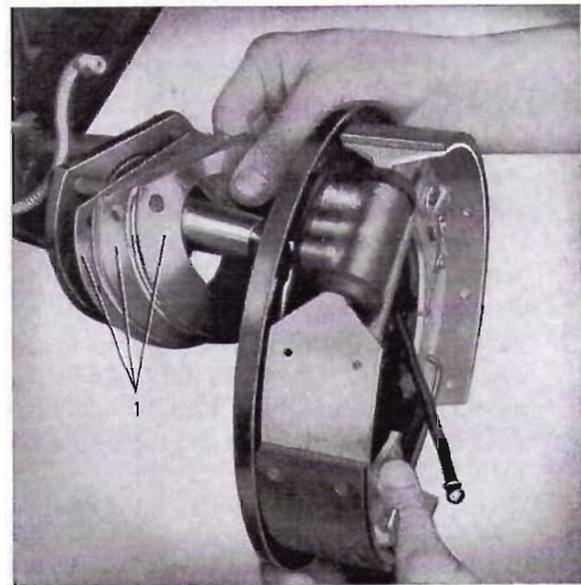
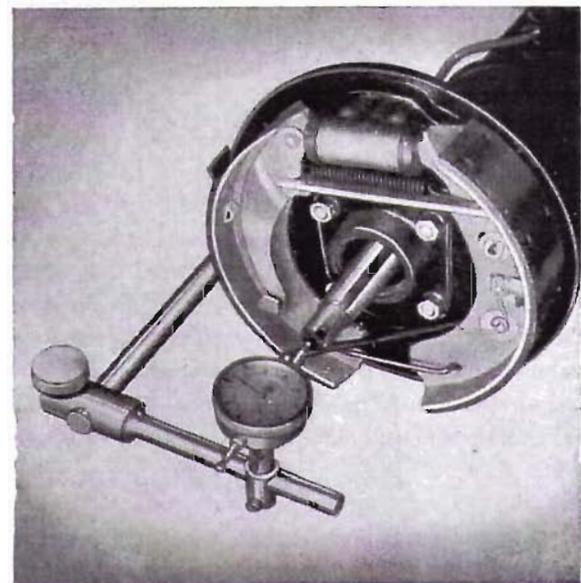

Abb. 32 Einbau des Bremsträgers
Abb. 33 Ausmessen des Axialspieles für die Achswellen
4. Bremsträger mit Halter und Filzdichtung an der linken Seite des Ausgleichgehäuses anbringen. Ausgleichscheiben an der rechten Seite des Gehäuses und danach Bremsträger sowie Halter mit Filzdichtung einbauen, siehe Abb. 32. Axialspiel der Antriebswellen kontrollieren, siehe Abb. 33. Das Spiel soll 0,07—0,20 mm betragen und eine eventuelle Einstellung ist lediglich an der rechten Seite des Gehäuses vorzunehmen.